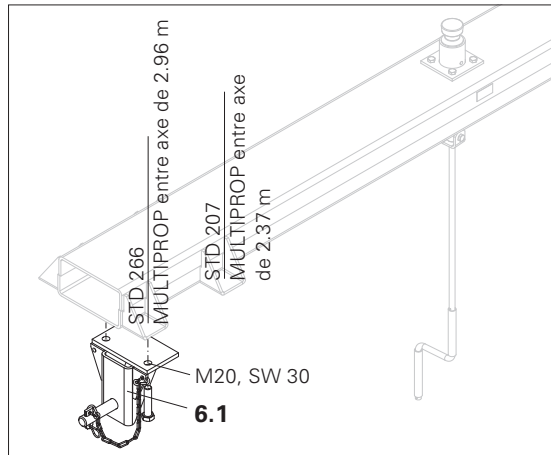

Fig. A2.11
Pour déplacer les tables PERI SKYTABLE avec 2 unités de poutrelle à treillis. La Traverse de Levage STL doit être utilisée avec l'entretoise Diagonale STD 266 ou 207 pour des espacements d'unités de 2,66 m et 2,07 m. (Fig. A2.11) Voir la table des combinaisons pour la position.
1. Retirez les deux supports (6.1) de la traverse de levage. Boulon hexagonal et écrou M20, SW 30 (Fig. A2.11).